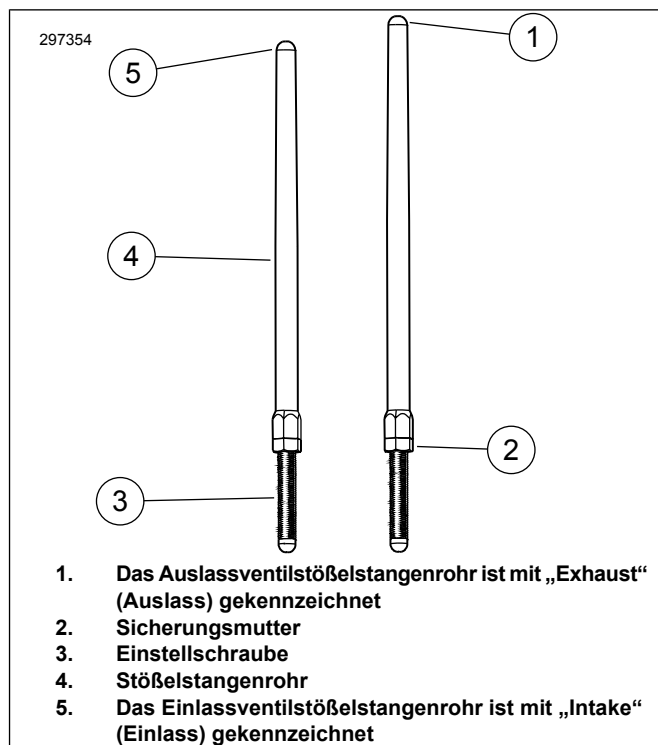

Abbildung 1. Verstellbare Stößelstange
6. Siehe Abbildung 1. Die Sicherungsmutter an allen Stößelstangen lösen und sie auf ihre kürzeste Länge einstellen.